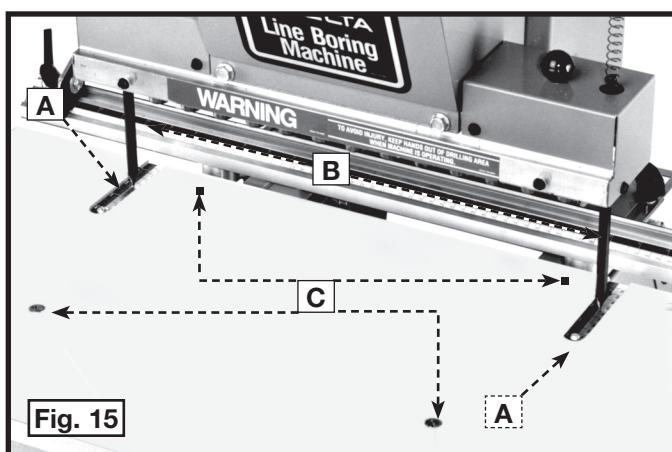
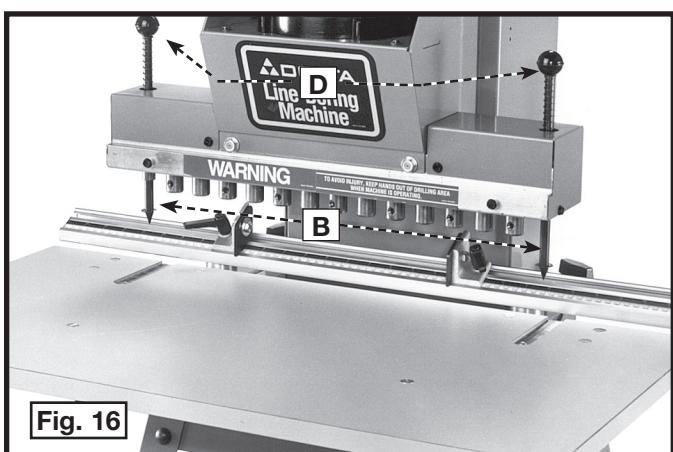

Fig. 15
Fig. 16
1. Retire el calibrador (A) Fig. 11. Las puntas de las clavijas de ajuste (B) Fig. 15 deberían apuntar a la marca de 2-1/4 pulg. en ambas escalas.
2. Si se necesita realizar algún ajuste, afloje los cuatro tornillos (C) Fig. 15 que fijan la mesa al marco de la máquina. Ajuste la mesa hasta que las clavijas de ajuste (B) apunten a la marca de 2-1/4 pulg. en las escalas (A).
- IMPORTANTE:** Verifique que los soportes de montaje de la mesa estén firmemente sujetas contra el marco de la máquina y ajuste los cuatro tornillos (C).
3. Reponga las perillas (D) Fig. 16 en los extremos superiores de las clavijas de ajuste (B).